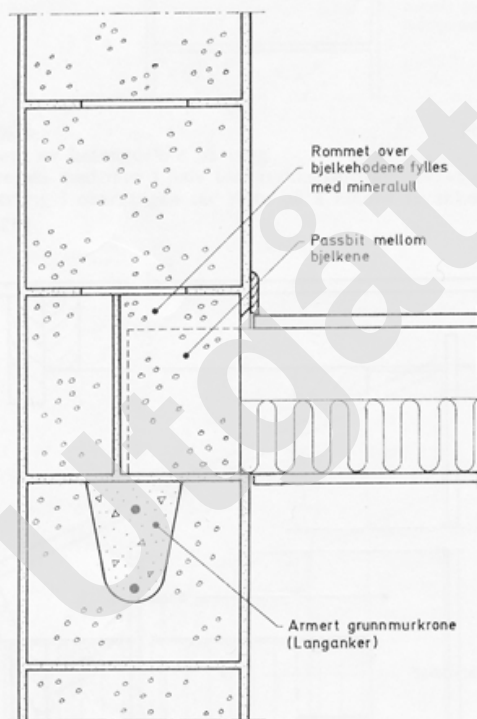

Fig. 252 Mål 1:10
- 252 Opplegg av trebjelkelag er vist på fig. 252.